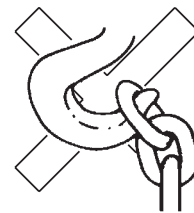
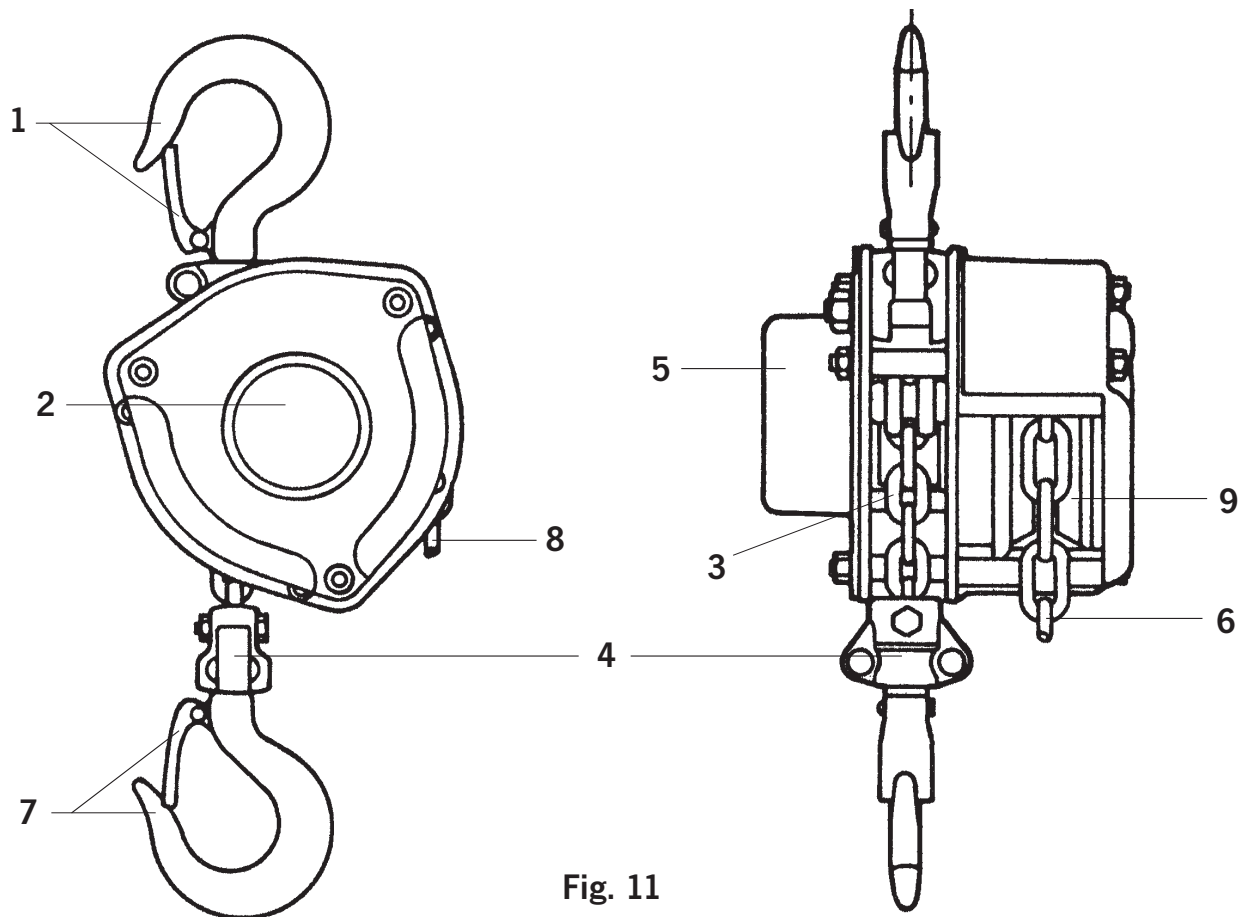

Fig. 8
Fig. 11
De last moet altijd in het midden van de haak gehangen worden, hakenspits niet belasten (Fig 8).
- Non attaccare mai il carico alla punta del gancio. Questo vale anche per il gancio di sospensione (Fig. 8);
- Non utilizzare i ferma catena come normali fine corsa (Fig. 11);
Il ferma catena deve essere collegato all'estremità libera della catena (Fig. 11).
Tirate la catena di manovra (Fig. 11) in direzione oraria per sollevare il carico. Il carico deve essere ben vincolato e opportunamente agganciato. Non bisogna mai attaccare il carico al becco del gancio (Fig. 8). La stessa cosa vale anche per il gancio di sospensione.
Tirate la catena di manovra (Fig. 11) in direzione antioraria per abbassare il carico.